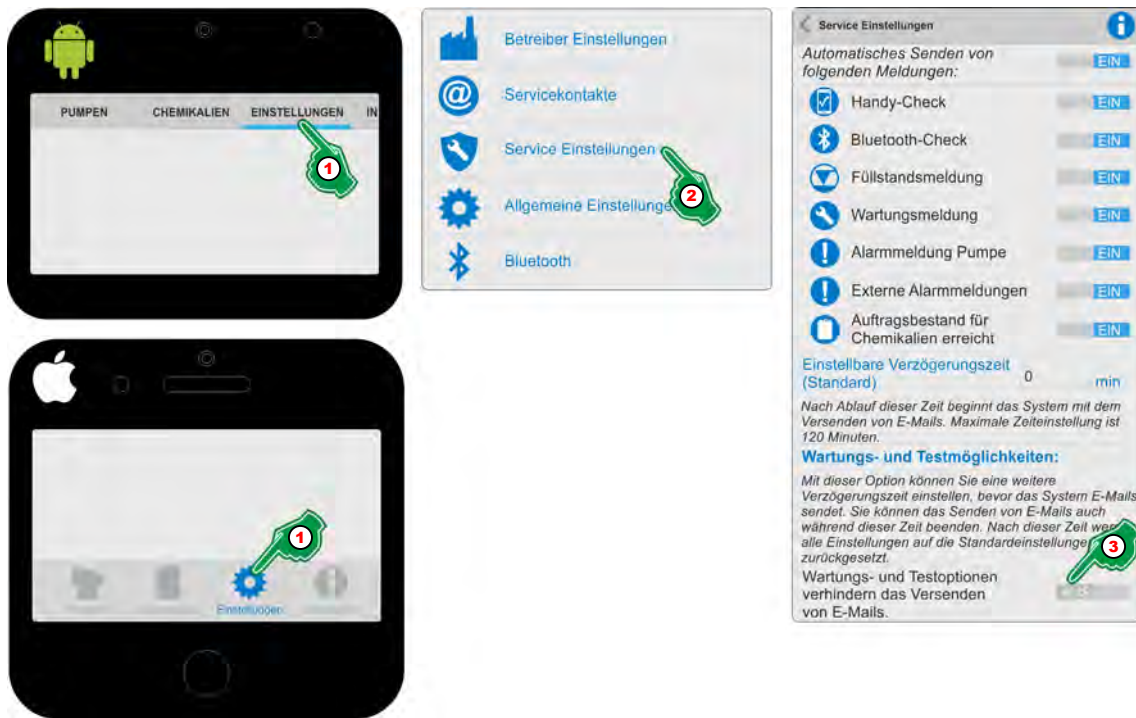

Abb. 14: „Einstellbare Verzögerungszeit“
1. ▶ [Einstellungen] (Abb. 14, Pos. 1) auswählen.
2. ▶ [Service Einstellungen] (Abb. 14, Pos. 2) auswählen.
3. ▶ „Wartungs- und Testmöglichkeiten“ (Abb. 14, Pos. 3) EIN Schalten.